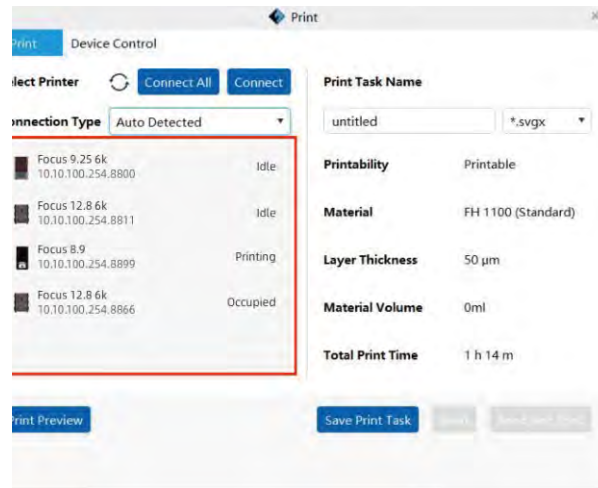

図44:接続に成功した後のインターフェース図
c. 機器を選択して [Connect] をクリックするか、[Connect All] をクリックして1台またはすべての機器を接続してください。接続に成功すると、機械の状態情報がリストに表示されます。図 44 に示すように、アイドル、印刷中、占有中(実際の状態によって異なる)のような機械の状態情報がリストに表示されます。